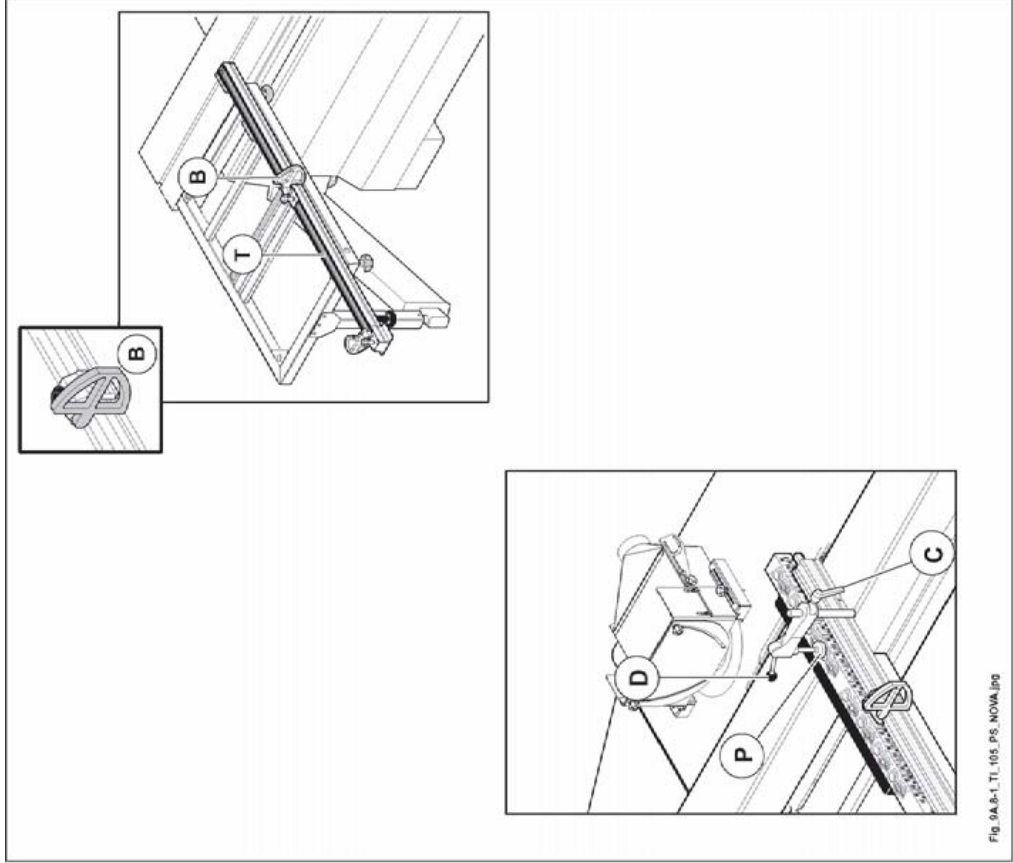

Abb. 9.8-1
- Zum Gebrauch positionieren Sie den Anschlag (B Abb. 9.8-1) auf dem Schild (T Abb. 9.8-1) aufzulegen.
- Spannen Sie das Werkstück mithilfe des Spannarms (P Abb. 9.8-1) nach Senkung des Hebels (D Abb. 9.8-1) fest.
- Zur Höhenverstellung sind die Griffe (C Abb. 9.8-1) zu lösen.
- Senken Sie den Fuß (P Abb. 9.8-1) mithilfe des Hebels (D Abb. 9.8-1) zum Festspannen des Holzstückes ab.